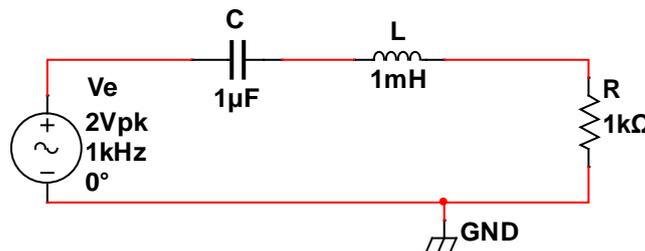

Figure 3 : Filtre RLC passe bande
- Réalisez montage de la figure 3.